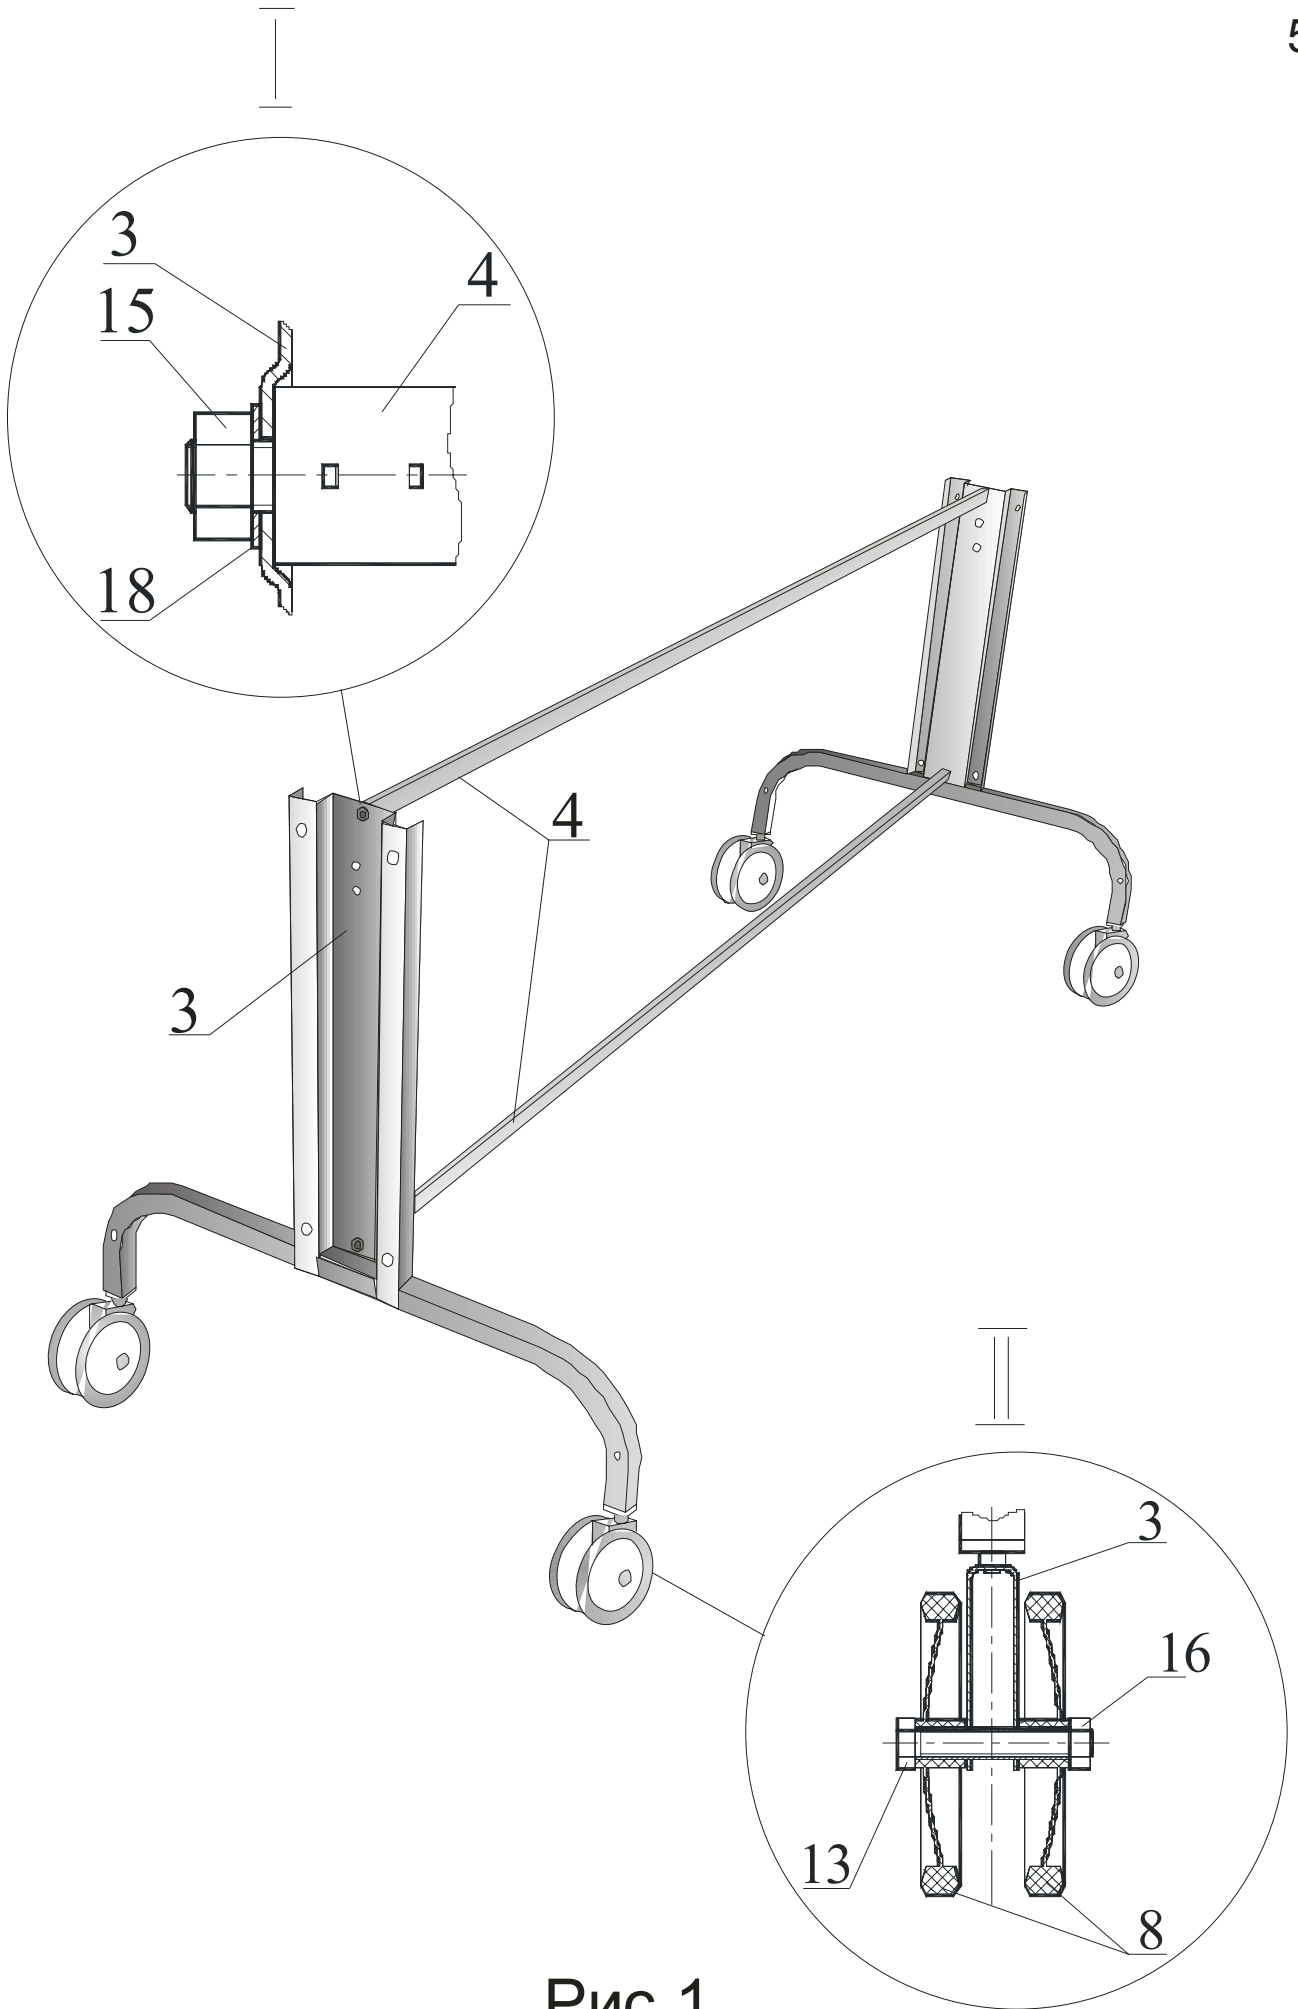
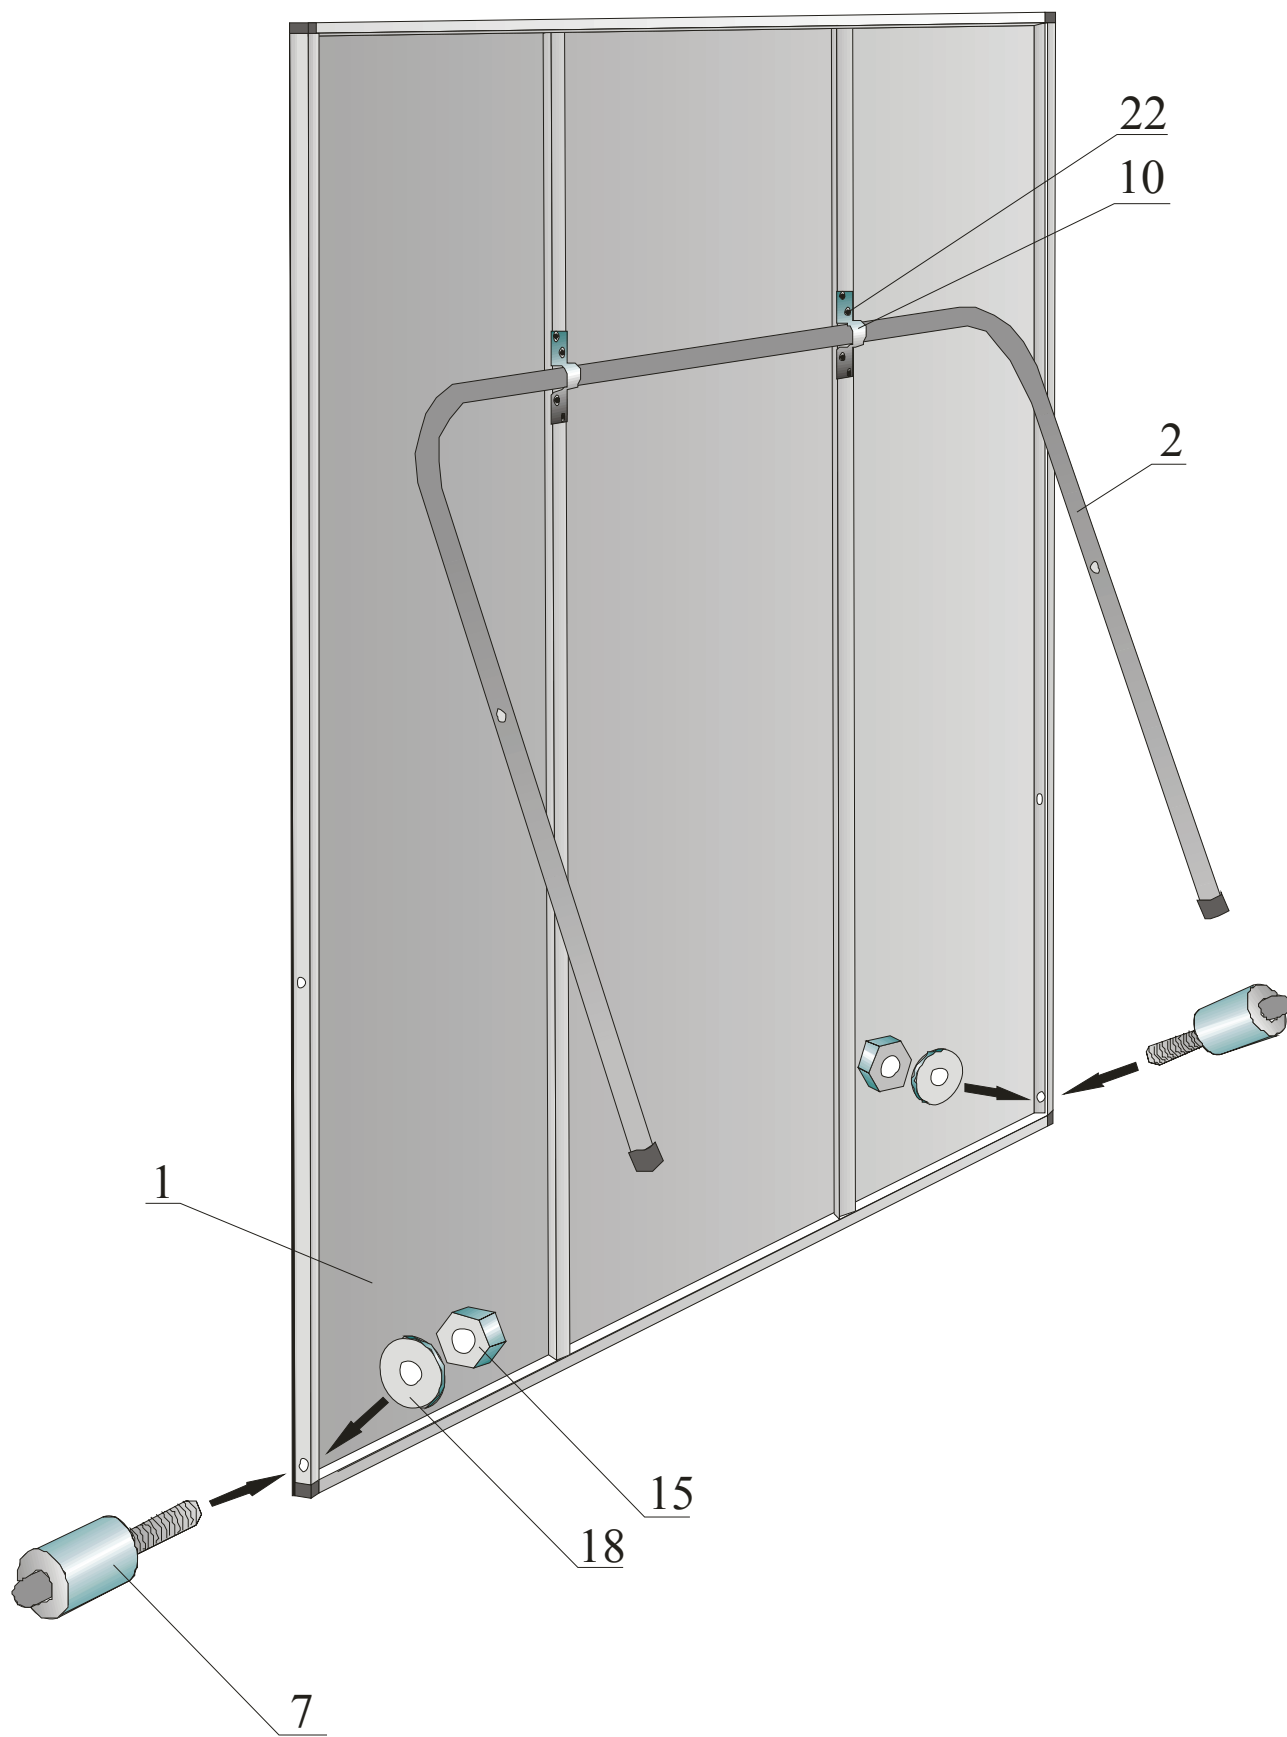
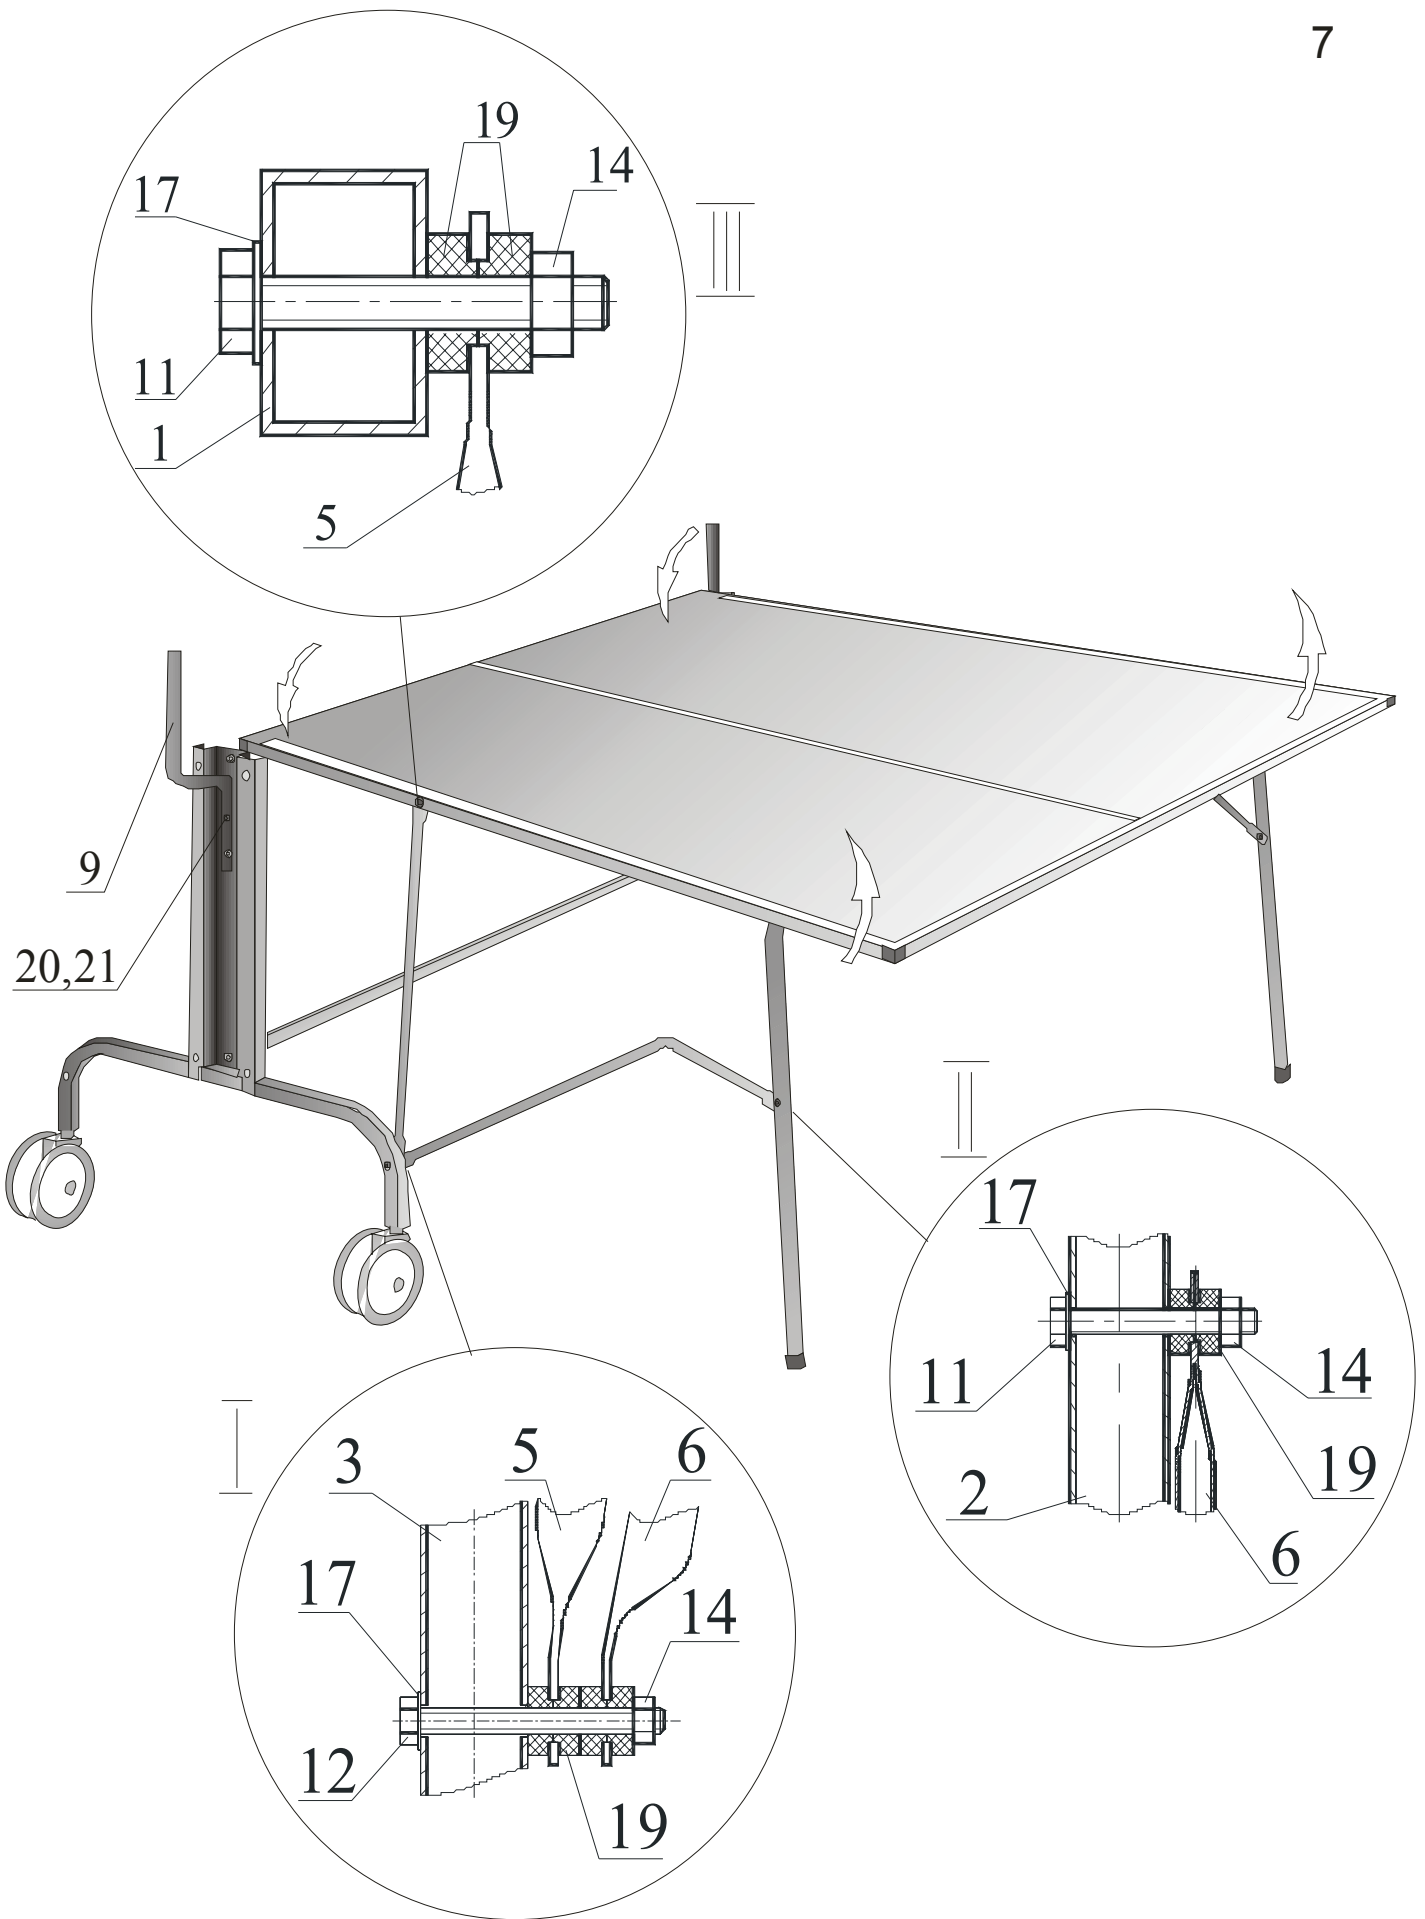

Рис. 1
Рис.2
Рис.3
5.2 Собрать тележку (**рисунок 1**):
- скрепить стяжками (4) опоры подвижные (3) между собой (узел I)
- прикрепить колеса (8) к опорам (3) (узел II)
5.3 Собрать столешницы (**рисунок 2**):
- прикрепить скобами (10) опору неподвижную (2) к перемычкам рамы столешницы по намеченным отверстиям шурупами (22), расположив опору симметрично оси столешницы
- прикрепить кнопки-фиксаторы (7) к раме столешницы (1) гайками (15) с шайбами (18)
5.4 Окончательная сборка (**рисунок 3**):
- прикрепить кронштейны для сетки (9) по имеющимся отверстиям винтом (20) и гайкой (21), расположив ее по лицевой стороне опоры
- прикрепить тяги прямые (5) к опоре подвижной (узел I) и к раме столешницы (узел III) с двух сторон
- прикрепить тягу изогнутую (6) к опоре подвижной (узел I) и к опоре неподвижной (узел II) с двух сторон